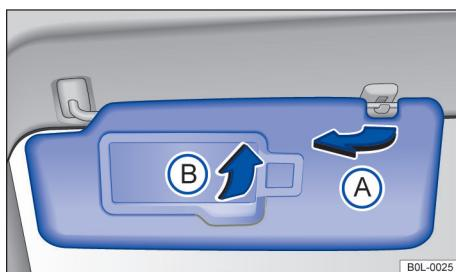

图 74 前部顶篷上：驾驶员侧遮阳板
- 从支架上拉出，转向车门，遮挡自门窗射入的阳光 → 图 74 A。
取决于车型装备，打开遮阳板后向上翻开化妆镜盖板 → 图 74 B 可发现盖板后有一化妆镜。